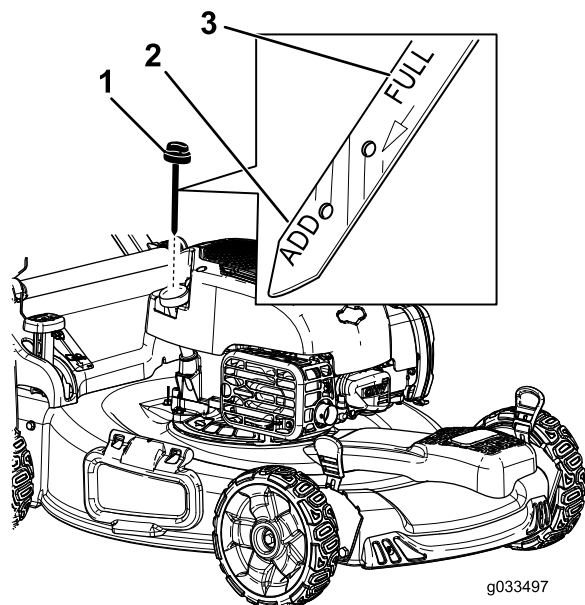

図 32
3. キャップを左に回してディップスティックを抜き取る 図 32。
10. ディップスティックの目印で油量を点検する 図 32。